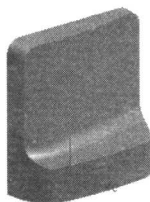

图 1-22 倒圆后的图形
- 右击，选择倒圆（Blend）命令，在文本输入框输入倒圆半径=15，得到图形，见图1-22。